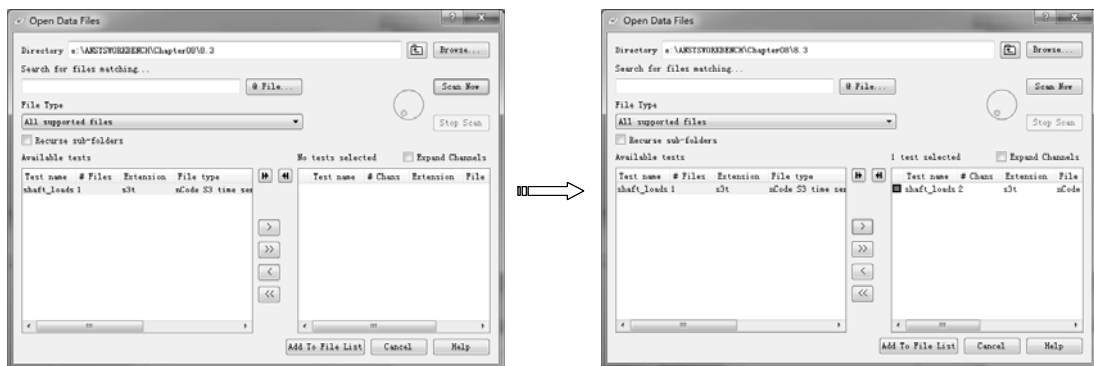

图 7-70 加载载荷
3) 单击【Open Data Files】对话框中的【Scan Now】按钮，此时载荷文件被读入到【Available tests】栏，选中该载荷文件，然后单击【>】按钮，使载荷文件移动到右侧栏中，单击【Add To File List】按钮完成，如图 7-70 所示。